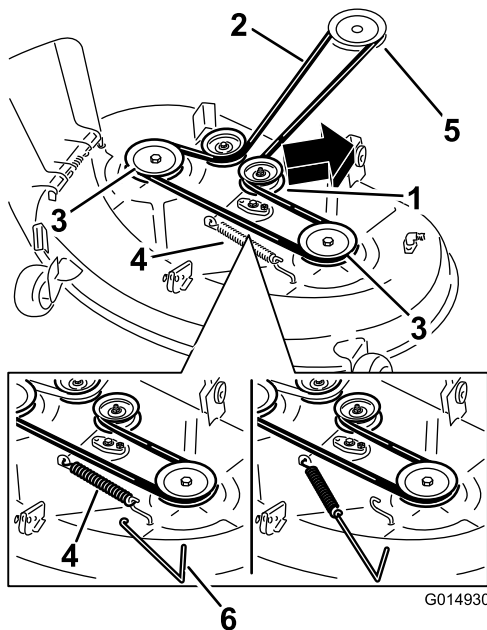
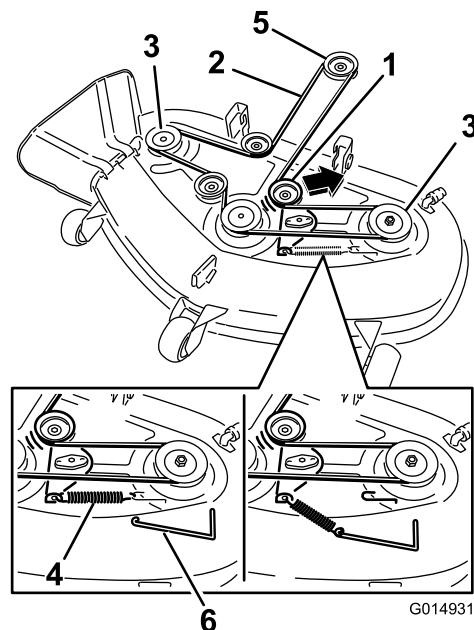

Bild 58
Bild 59
(Toro-Bestellnummer 92-5771) vom Mähwerkhaken, um die Spannung von der Spannscheibe zu nehmen, und rollen Sie den Riemen von den Riemenscheiben (Bild 58 und Bild 59).
7. Verlegen Sie den neuen Riemen um die Motor- und Mähwerkriemenscheiben (Bild 59).
8. Setzen Sie die Spannscheibenfeder mit einem Werkzeug zur Federentfernung auf den Mähwerkhaken, um die Spannscheibe und den Mähwerkriemen zu spannen (Bild 58 und Bild 59).